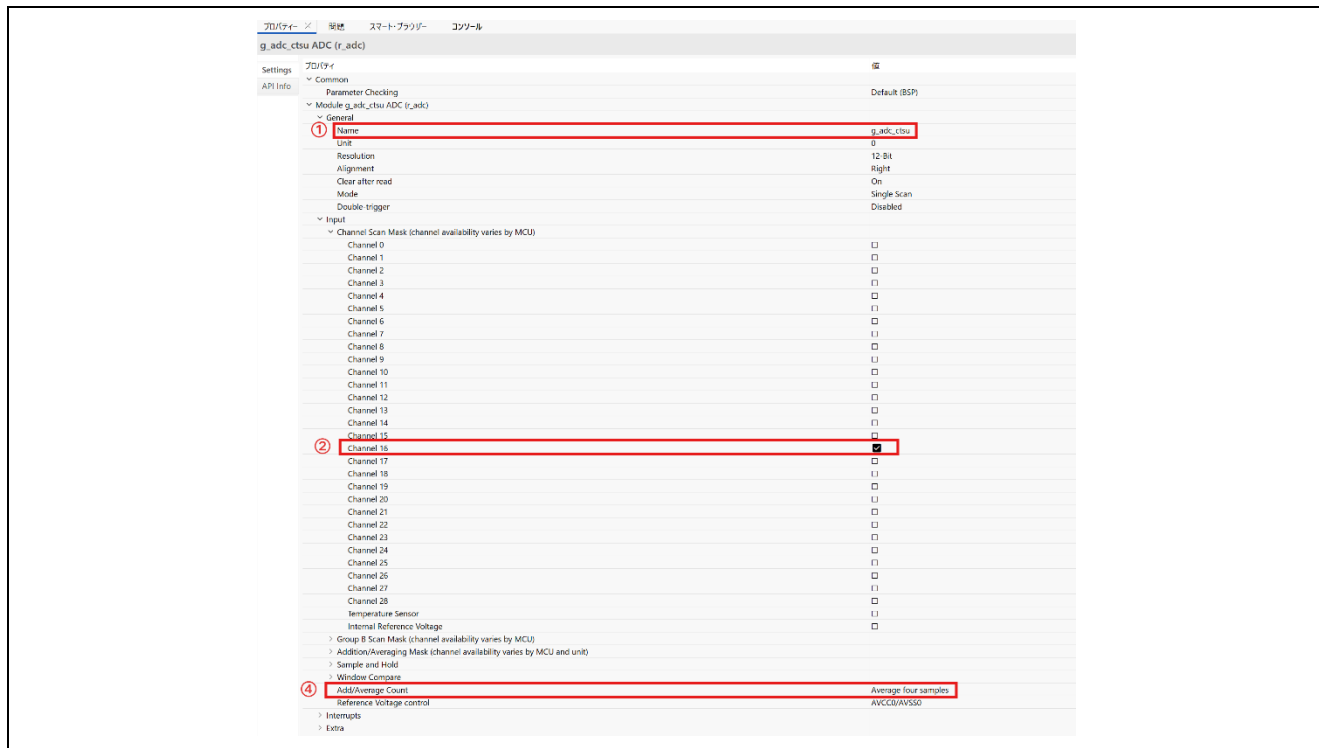
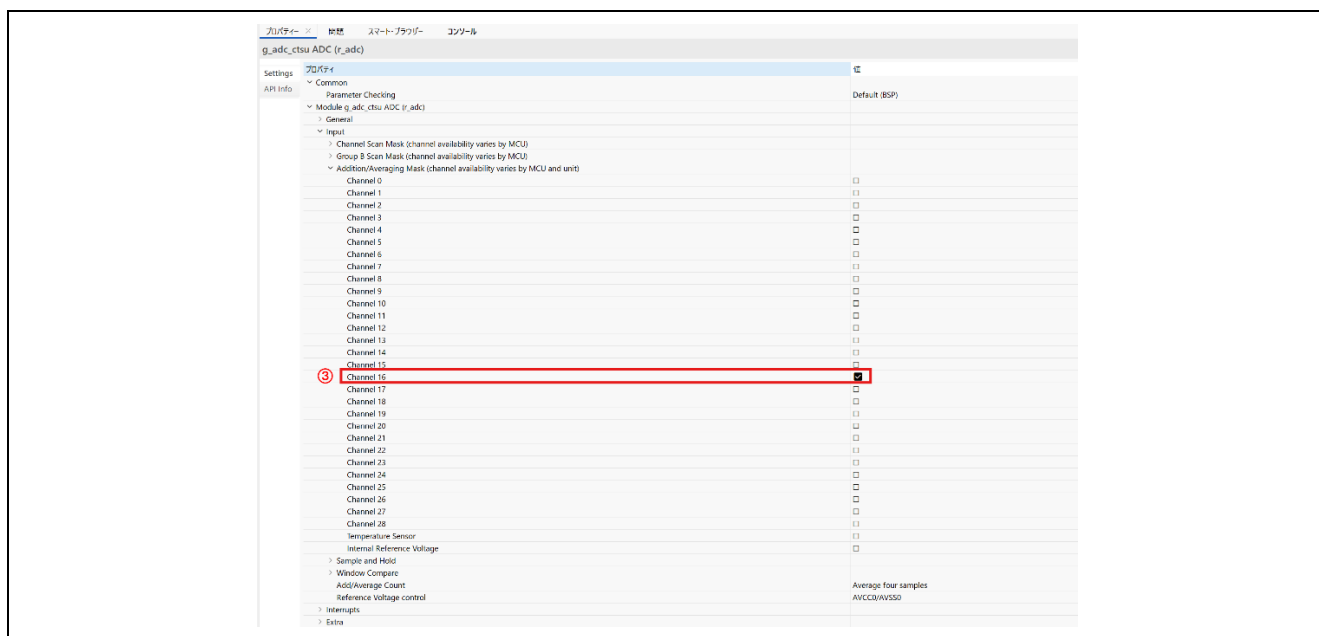

図 6-7 "g_adc_ctsu"の設定 (RA2E1、RA2L1、RA4L1)
図 6-8 "g_adc_ctsu"の設定 [Addition/Averaging Mask] (RA2E1、RA2L1、RA4L1)
10. RA2E1、RA2L1、RA4L1 を使用する場合は、“g_adc0 ADC”を選択し、画面左下の[プロパティ]をクリックします。図 6-7、図 6-8 に示す通り、以下の設定を変更してください。
- ①. [General] -> [Name]で名前を[g_adc_ctsu]に変更。
- ②. [Input] -> [Channel Scan Mask] -> [Channel 16]のチェックボックスを選択。
- ③. [Input] -> [Addition/Averaging Mask] -> [Channel 16]のチェックボックスを選択。
- ④. [Input] -> [Add/Average Count]で[Average four samples]を選択。